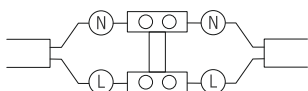

Рис. 1. Подключение с помощью клеммной колодки
- Подключение светильников к сети электропитания потребителя производится с помощью клеммной колодки согласно схеме (рис. 1);